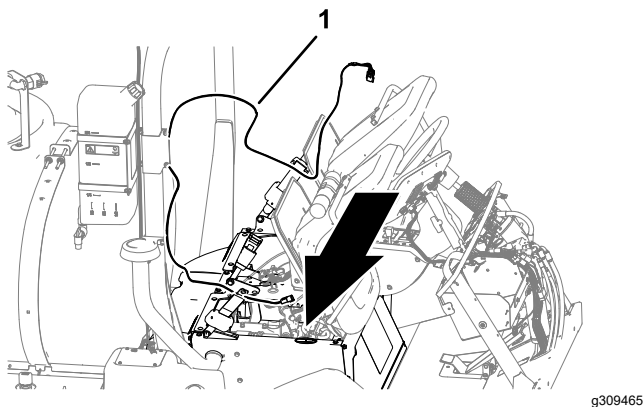

Figura 29
1. Enrute el arnés Bus ISO-CAN hacia el interior de la máquina, como se muestra en la Figura 29.